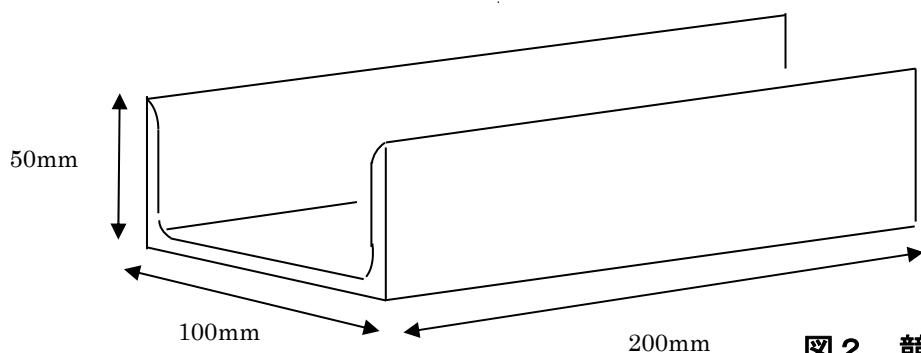

図 2 競技材台の形状
- (1) 競技時間は、練習、電流調整、タック溶接（仮付）、本溶接、競技材の清掃及び競技委員の確認に要する時間を含めて40分とし、40分経過後は、未完成であっても競技材を提出すること（競技会場の掃除時間及び工具類の収納は、競技時間に含めない）。
- (2) 溶接作業には、1ページに記載の「競技用機材」に示す工具及び測定用具を使用する。ただし、認許機材以外でも工具点検で認められたものは使用してもよい。
- (3) タック溶接（仮付）は、競技用材料の両端から各々15mm以内の裏面に行うこと。
- (4) ルート間隔は任意とする（テーパ間隔も行ってよい）。
- ※(5) タック溶接（仮付）終了後、競技委員に申し出て「確認を受ける」こと。
- (6) 溶接による変形は、逆ひずみ法によって防ぐものとする。
- (7) エンドタブは使用禁止とする。又、捨て金を使用して連続溶接を行ってはならない。
- (8) 競技材台は、主催者が準備したものを使用すること（P3の図2を参照）。
- (9) 練習材は、作業台に準備されている競技材台を使用し、練習を行ってもよい。
- (10) 溶接は、タック溶接（仮付）部を除いて片面溶接とし、裏面から溶接をしてはならない。
- (11) 溶接方向は、左進、右進又はそれらの混用のいずれでもよい。ただし、1パス中の混用は認めない。
- (12) 溶接層数及びパス数は自由とする。
- (13) 溶接中及び溶接後において、変形の矯正は禁止する。
- (14) たがねは、スラグやスペッタを取るために使用するのはよいが、溶接金属をはつり取る目的で使用してはならない。